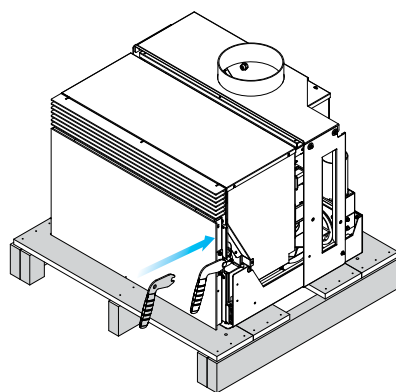

fig. 6.1.0
- 2) Posizionare la maniglia in dotazione sulla leva di chiusura dello sportello (fig. 6.1.0) sul dispositivo ricevuto mentre è ancora fissato al pallet.